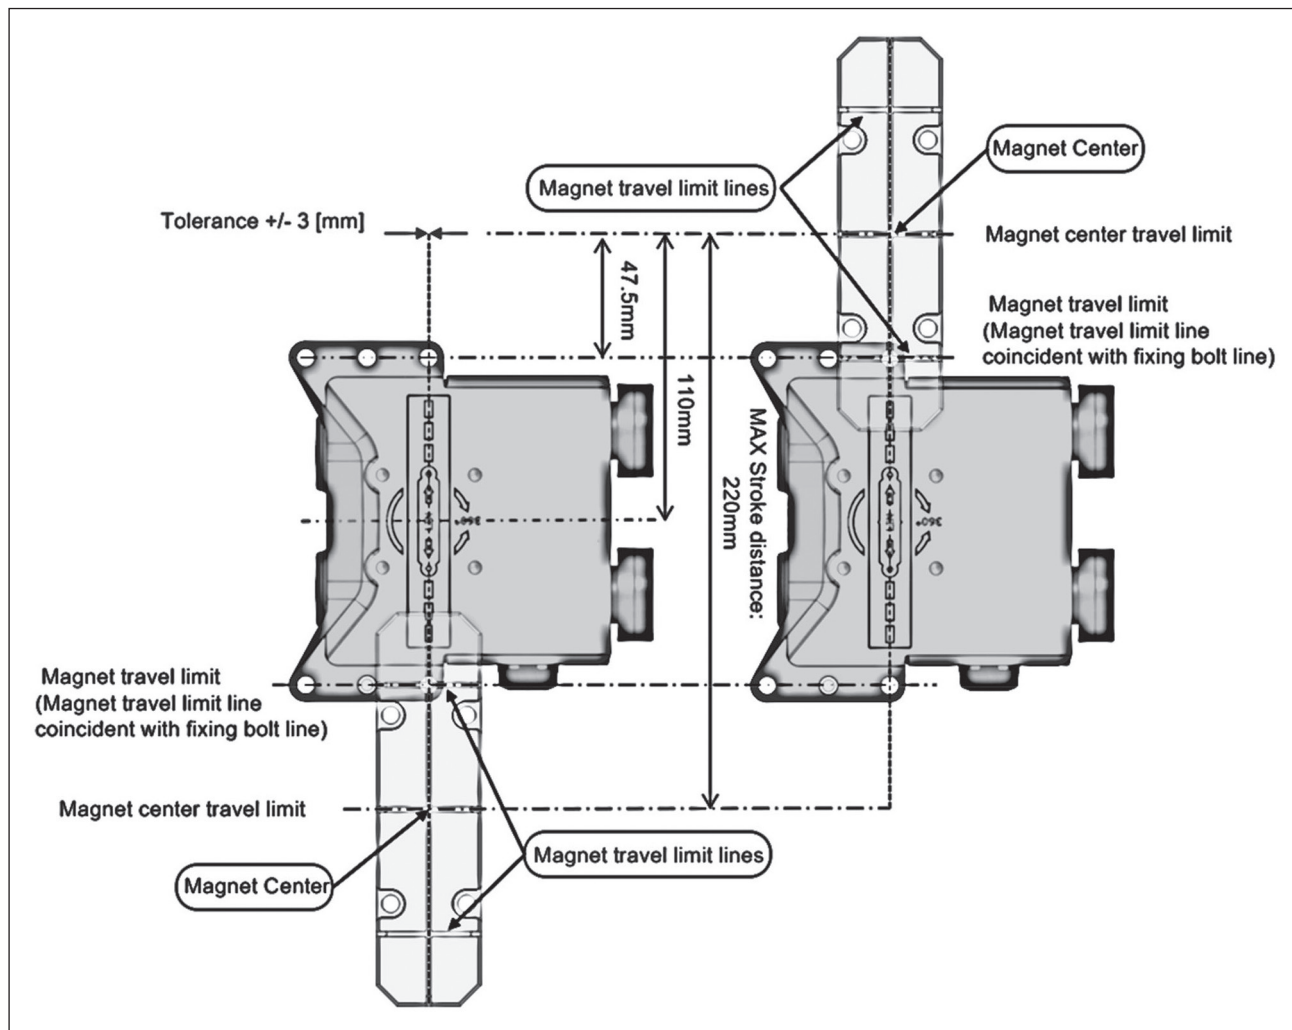

Fig. 27.
2. As marcas de limite de deslocamento do ímã no corpo do ímã nunca devem ultrapassar os limites de deslocamento do ímã. Veja a Fig. 27.